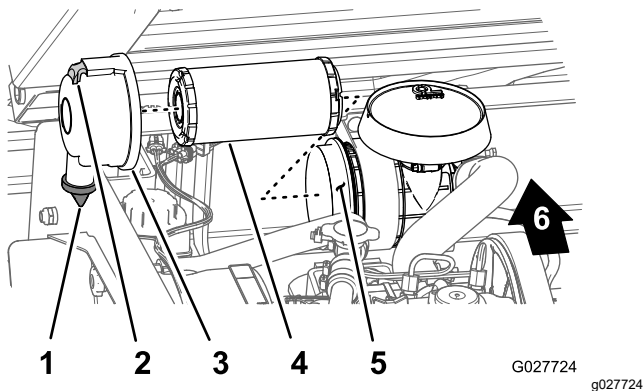

Bild 35
2. Prüfen Sie das Luftfiltergehäuse auf Schäden, die eventuell zu einem Luftleck führen könnten (Bild 35).
3. Ziehen Sie den Riegel nach außen und drehen Sie die Luftfilterabdeckung nach links (Bild 35).
5. Schieben Sie den Luftfiltereinsatz vorsichtig aus dem Luftfiltergehäuse (Bild 35) heraus, um das Losrütteln von Staub zu minimieren.
1. Reinigen Sie den Schmutzauswurfanschluss in der Luftfilterabdeckung (Bild 35).
2. Nehmen Sie das Gummiablassventil von der Abdeckung ab, reinigen Sie den Hohlraum und setzen Sie das Ablassventil wieder ein (Bild 35).
3. Setzen Sie den Luftfiltereinsatz in das Luftfiltergehäuse ein. Drücken Sie hierfür auf den äußeren Rand des Einsatzes, um ihn im Luftfiltergehäuse zu platzieren (Bild 35).
4. Fluchten Sie die Luftfilterabdeckung mit dem Luftfiltergehäuse aus, wobei das Gummiablassventil nach unten zeigen sollte, ungefähr zwischen 17.00 Uhr und 19.00 Uhr (vom Ende her gesehen) (Bild 35).
5. Befestigen Sie die Abdeckung mit den Laschen am Gehäuse (Bild 35).